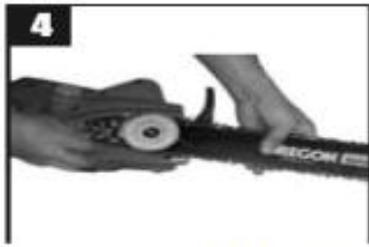

Fig. 5
- 4). Placez le guide-chaîne sur le barbotin d'entraînement (11) et fixez avec le boulon, puis assemblez le capot de protection. (Voir Fig. 5)